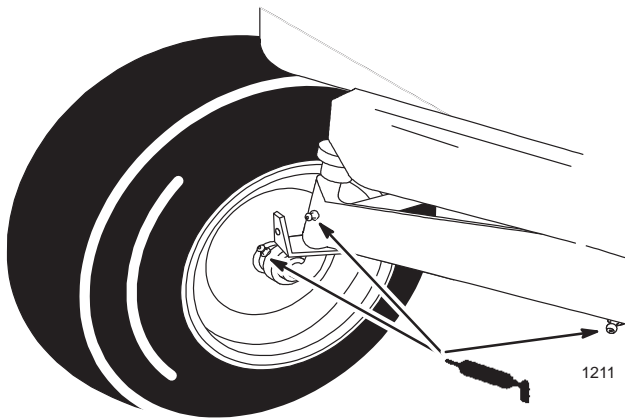

Figure 25
1. Lubrificate le ruote anteriori e gli assi delle ruote finché il grasso non inizia a fuoriuscire dai cuscinetti (Fig. 25).
2. Lubrificate il perno dell'asse anteriore (Fig. 25).